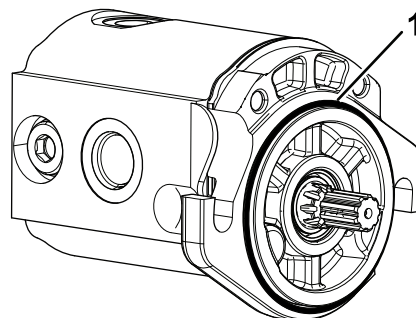

Figure 5
3. Posez le joint torique sur le moteur de cylindre (Figure 5).